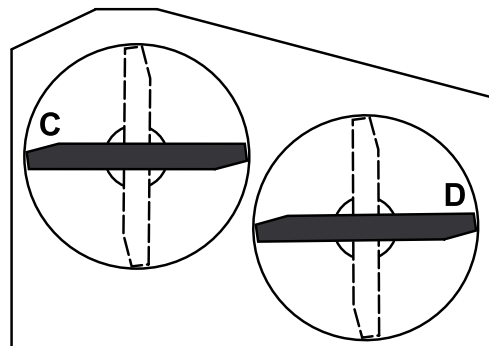

Bild 61
2. Stellen Sie die Schnittmesser seitlich. Messen Sie von einer ebenen Fläche bis zu den Stellen C und D an den Schnittkanten der Messerspitzen (Bild 61).